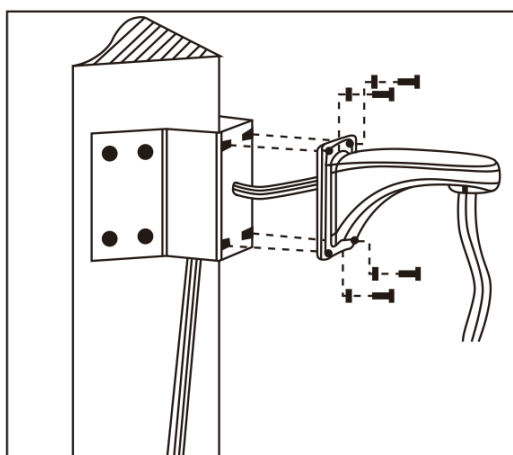

图14
c. 如图14所示，将电源、视频/控制、报警电缆穿过壁挂支架，并将壁挂支架固定到角装附件上。